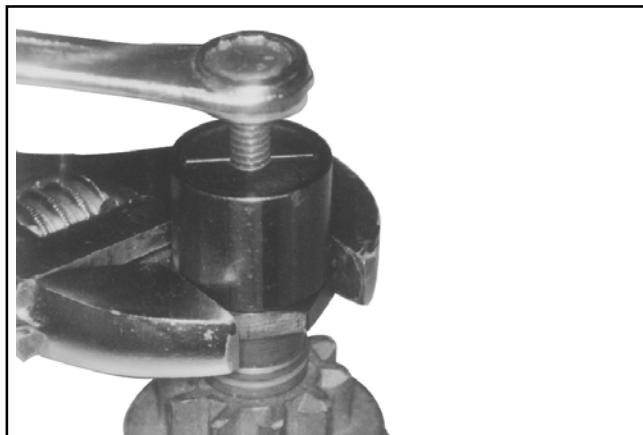

Figura 8-33. Con l'attrezzo fermo, girare la vite centrale in senso orario per rimuovere l'attrezzo di bloccaggio.
- Avvitare la vite centrale nell'attrezzo di rimozione finché non si avverte una certa resistenza. Tenere ferma la base dell'attrezzo di rimozione con una chiave da 1 -1/8" o regolabile. Utilizzando un'altra chiave da 1/2" o 13 mm, girare la vite centrale in senso orario (vedere Figura 8-33). La resistenza della vite centrale indicherà quando l'anello di bloccaggio è fuoriuscito dalla scanalatura nell'albero dell'indotto.